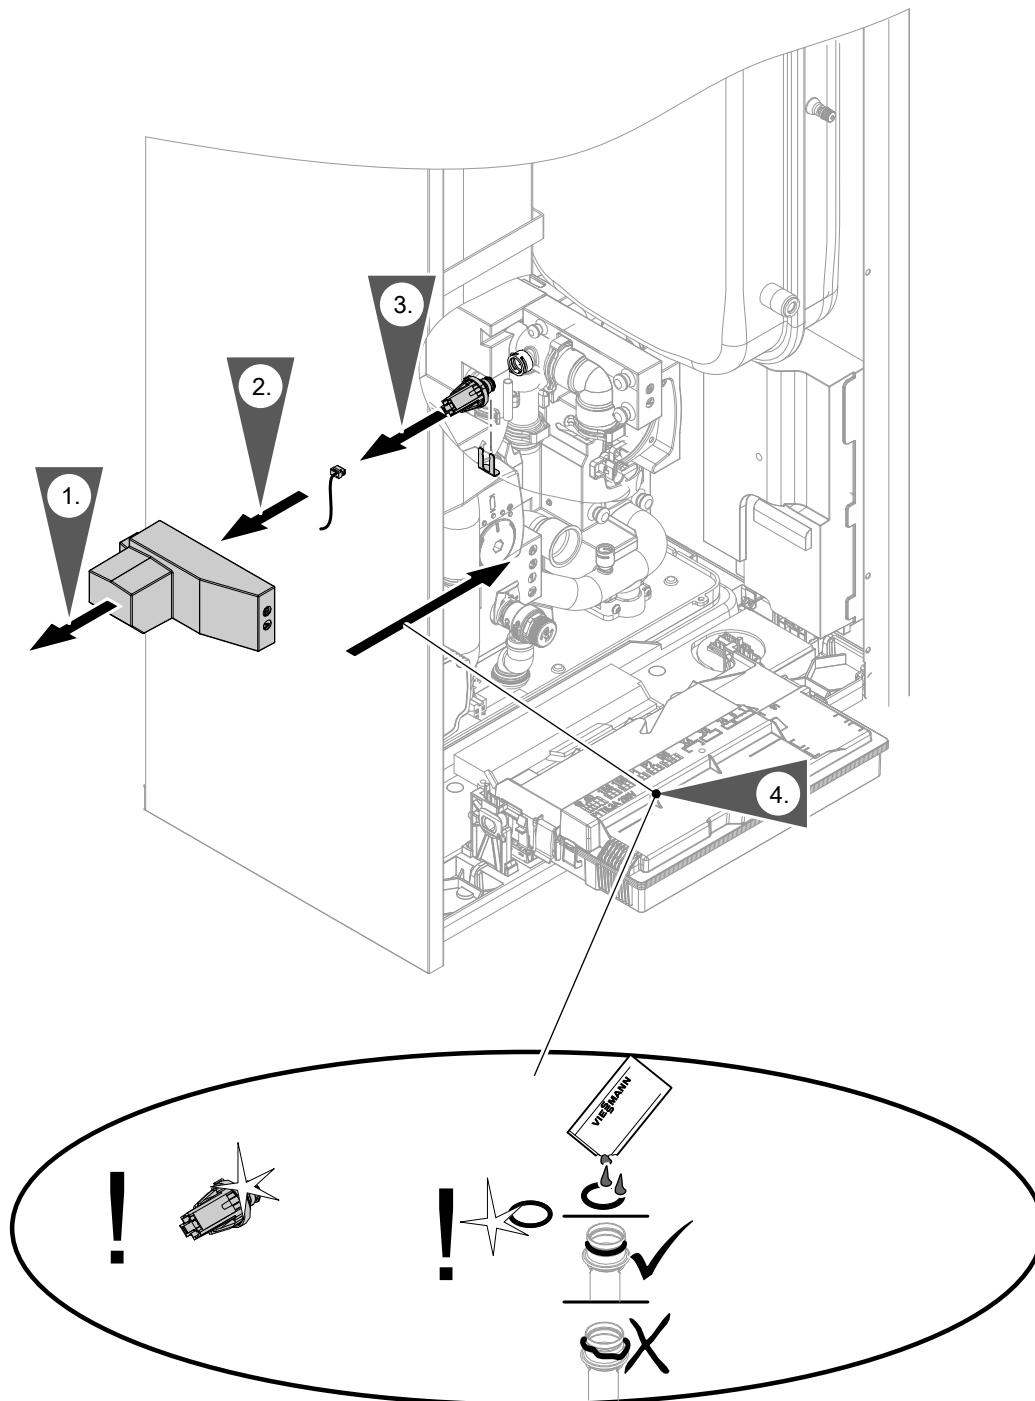

Abb. 109
- Wasserdrucksensor: Siehe Abb. 109.